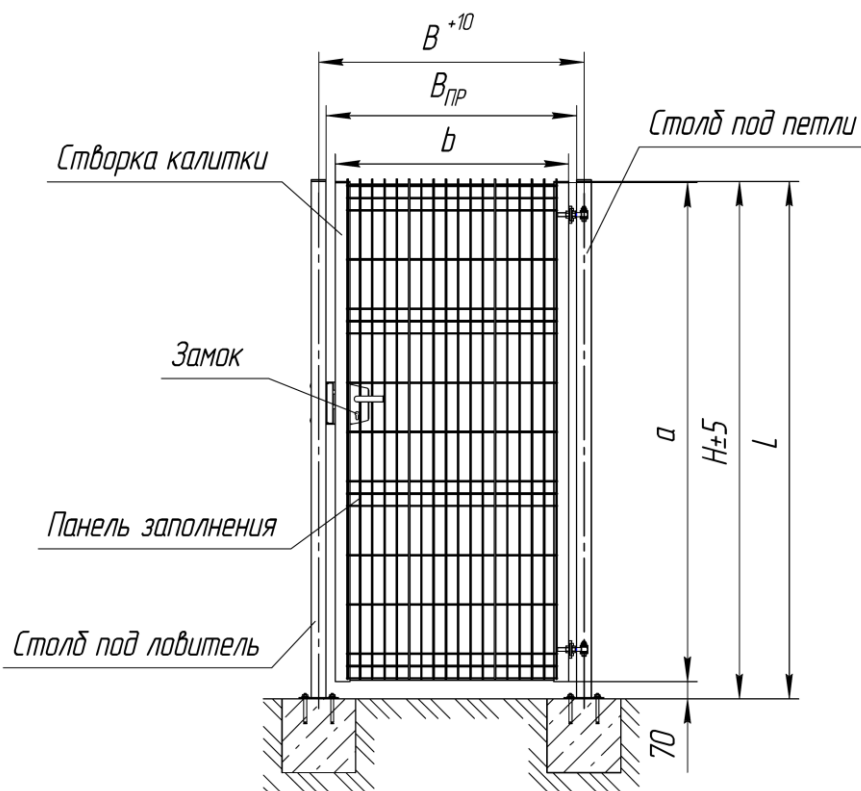

Рис. 1. Калитка распашная со столбами с фланцем на твердое основание
1.2. Калитка состоит из двух столбов и створки (рис. 1). Рама створки калитки выполнена из стального профиля сечением 60x40x1,4, заполнение створки сварная сетчатая панель. Крепление створки калитки к одному из столбов осуществляется посредством петель. Ко второму столбу крепится ловитель, обеспечивающий фиксацию калитки в закрытом состоянии. Для закрывания калитка оборудуется накладным замком.